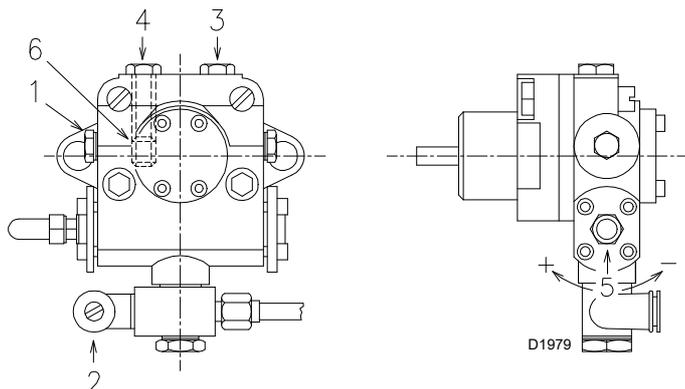

Abb. 31
Damit sich die Pumpe selbst einschalten kann, muss die Schraube 3)(Abb. 31) an der Pumpe gelockert werden, damit der Ansaugschlauch entlüftet wird.
- Den Brennstoff durch Positionieren des Wahlschalters (Abb. 31) auf "OIL" auswählen.
- Die Pumpe ist eingeschaltet, wenn aus der Schraube 3)(Abb. 31) Heizöl heraustritt.